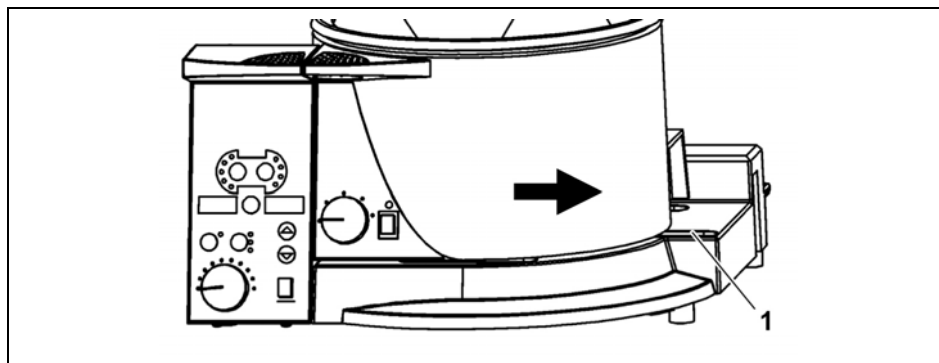

Figure 4-1 : Bain chauffant
- Déplacer le bain chauffant sur les rails en tenant la poignée et le positionner de manière appropriée (voir Figure 4-1, page 154).